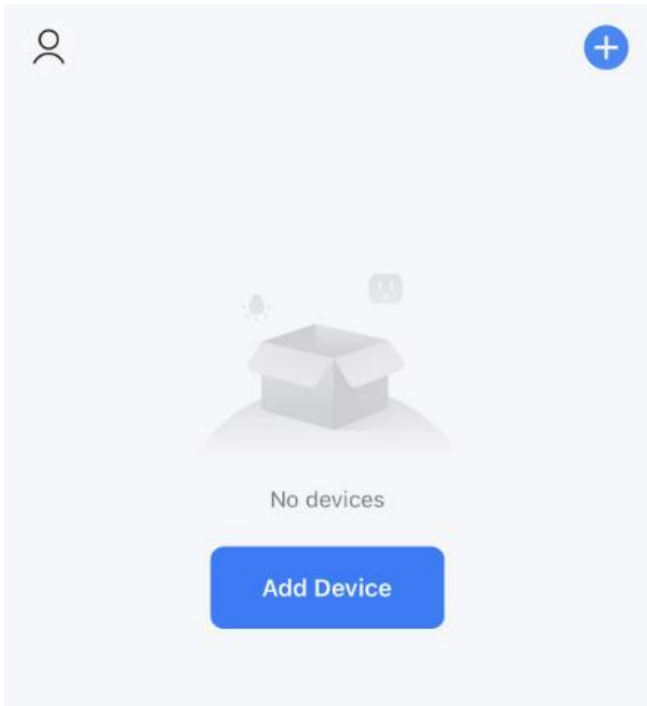

Fig. 1
2. Regístrese o inicie sesión en su cuenta en la aplicación. Seleccione «+» en la esquina superior derecha o el botón «Add device» para añadir su dispositivo. (Fig. 1)